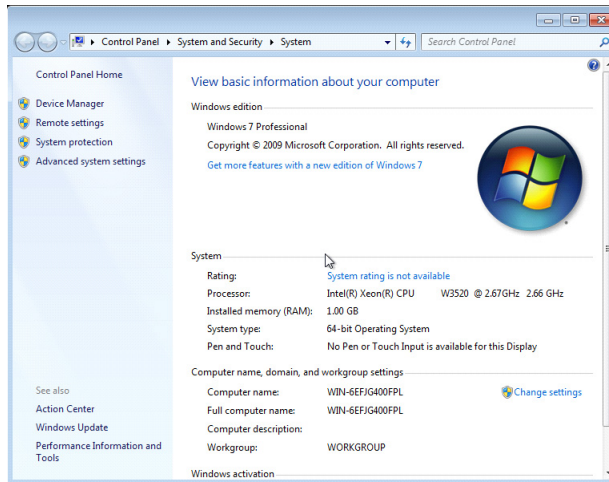

Рис. 7-34 Имя ПК в диалоговом окне Свойства системы (Windows 7)
- Откроется диалоговое окно **System** (Система). Имя удаленного компьютера отображается в поле **Computer Name** [Имя компьютера] (WIN-6EFJG400FPL в примере ниже, на Рис. 7-34 на стр. 234).